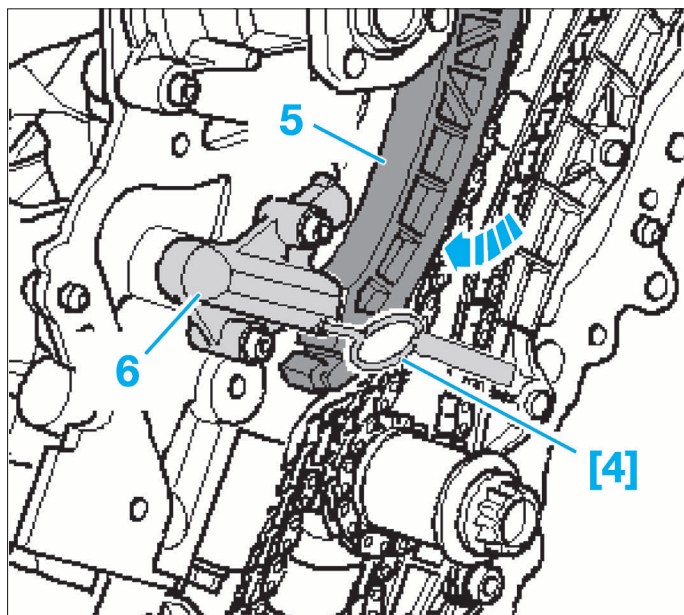

FIG. 18
- [4]. Goupille de blocage du tendeur de chaîne (ref. T40011) (Fig.18).
- Pousser le patin tendeur (5) dans le sens de la flèche et bloquer le piston du tendeur de chaîne (6) à l'aide de l'outil [4] (Fig.18).